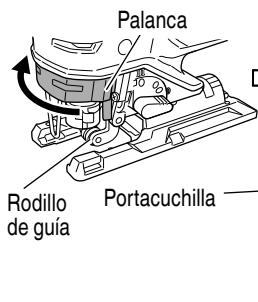

Fig. 10-I
- (1) Jale de la palanca en la dirección indicada por la flecha. (Fig. 10-I)
- (2) Luego de jalar de la palanca, inserte la cuchilla hasta que se asiente contra la salida de la punta del portacuchilla. (Fig. 10-II)